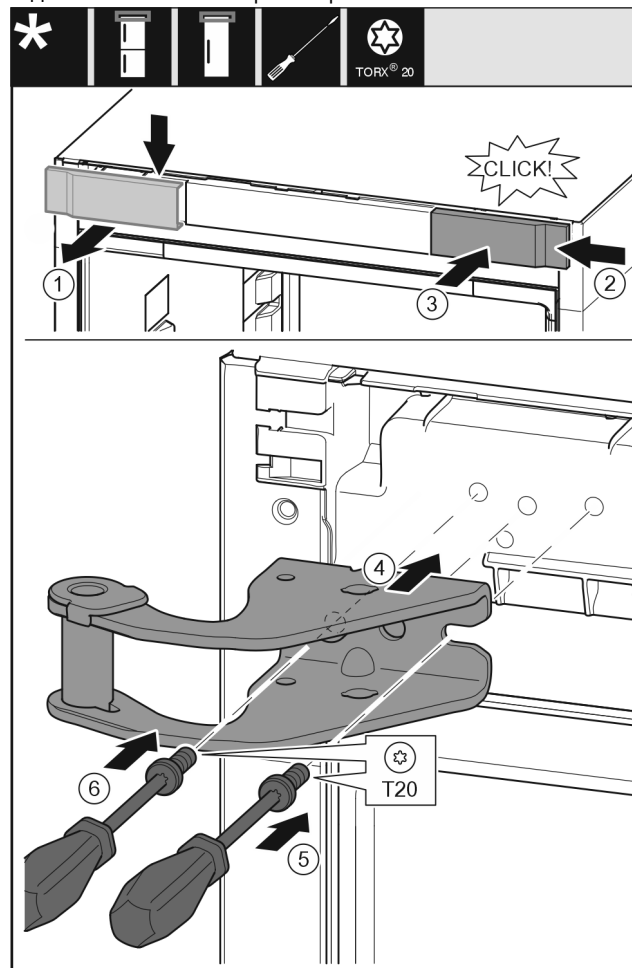

Fig. 9
- ▶ Зніміть кришку вгору вперед. Fig. 9 (1)
- ▶ Почепіть кришку, що повернута на 180°, з іншого боку праворуч. Fig. 9 (2)
- ▶ Зафіксуйте кришку. Fig. 9 (3)
- ▶ Встановіть верхній опорний кронштейн. Fig. 9 (4)
- ▶ Встановіть та закрутіть гвинт за допомогою викрутки T20. Fig. 9 (5)
- ▶ Встановіть та закрутіть гвинт за допомогою викрутки T20. Fig. 9 (б)